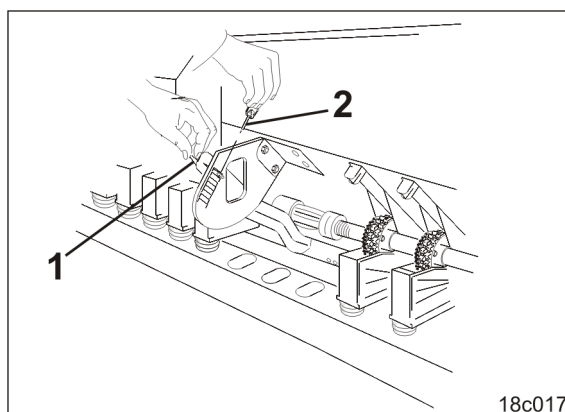

Fig. 70
1. Ajuste la palanca de las trampillas (Fig. 70/1) al valor de la tabla (véase Fig. 28, en la página 51).
2. Asegurar la palanca de ajuste de las trampillas con un pasador clavija (Fig. 70/2).